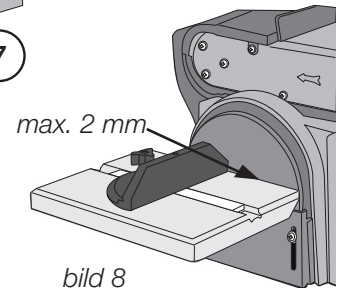
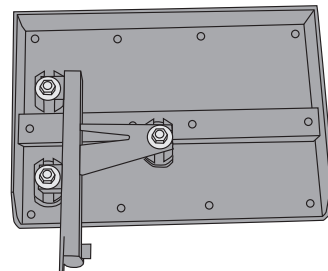

bild 8
bild 9
4. Justera slipbordet: Lossa de tre skruvarna på undersidan av slipbordet (bild 9). Justera slipbordet så att avståndet mellan slipband och slipbord är högst 1 till 2 mm (bild 8). Dra åt de tre skruvarna och låsratten.
6. Justera slipbordet: Lossa de tre skruvarna på undersidan av slipbordet (bild 9). Justera slipbordet så att avståndet mellan slipband och slipbord är högst 1 till 2 mm. Dra åt de tre skruvarna och låsratten.